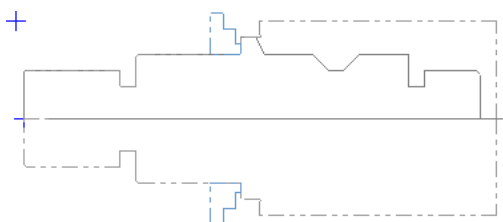

图 19.12 素材翻转
Step3. 在“车削素材翻转 属性”对话框中单击 **✓** 按钮，结果如图 19.12 所示。